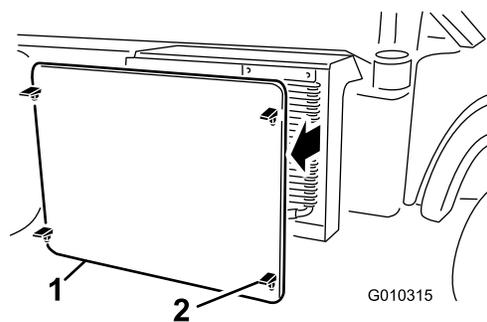

Figura 56
2. Desengate e retire o filtro do radiador da frente do radiador (Figura 56).